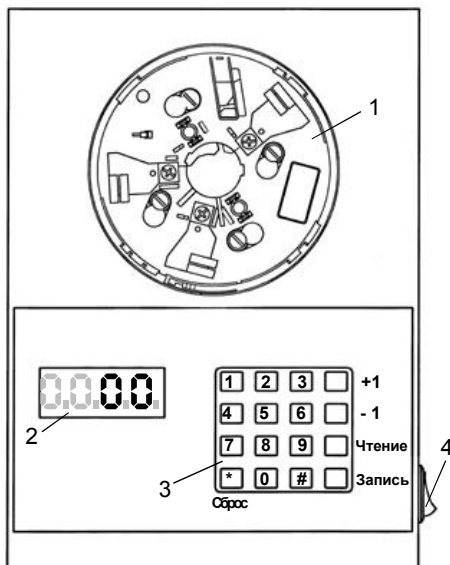

Рис. 1. Внешний вид ПА.
Программатор адреса (далее ПА) обеспечивает запись и считывание двузначного десятичного адреса извещателя серии Леонардо по цепи питания (для доступа ко всем установкам извещателя используйте пульт МПДУ по Инструкции I56-1720-001RU). ПА состоит из прямоугольного корпуса. На лицевой стороне ПА размещены база 1 (рис. 1) для установки извещателя Леонардо, индикатор адреса 2 и клавиатура 3 для установки адреса извещателя и изменения его значения на +1 и на -1. Питание ПА осуществляется от двух алкалиновых батарей напряжением 9 В типа MN1604 (6LR61). Программатор рассчитан на работу в нормальных условиях.
2.2. Установите первый извещатель в базу 1 (рис. 1):
После записи адреса на индикаторе 2 (рис. 1) появится немигающая надпись с номером записанного адреса.